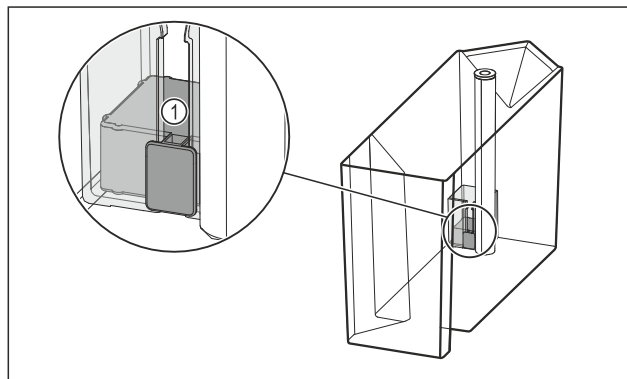

Fig. 165
- ▶ Kontrolloni nëse sensorin e nivelit Fig. 165 (1) ka ngecur. Nëse sensorin e nivelit ka ngecur: